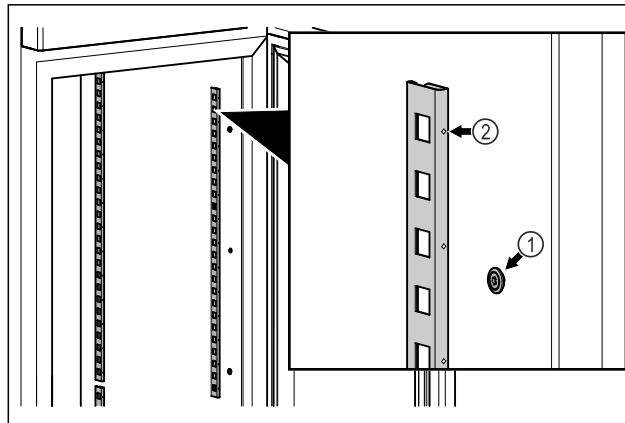

Fig. 58 Simbolična slika
- ▶ Zagozdne letve obesite na Fig. 58 (1) obešalni element. Oznaka Fig. 58 (2) mora biti obrnjena naprej.